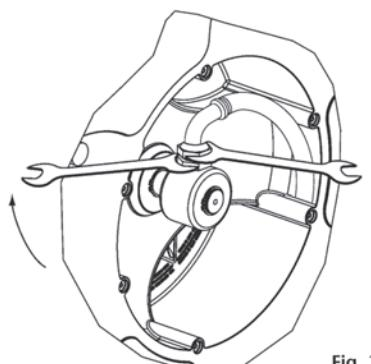

Fig. 16
- Unscrew the nuts with two spanners (fig. 16).
- Con dos llaves, afloje la manguera de la rótula (fig. 16).
- Avec deux clés, desserrez le flexible de la rotule (fig. 16).
- Lösen Sie die Schraubenmuttern mit Hilfe zweier Gabelschlüssel (Fig. 16).